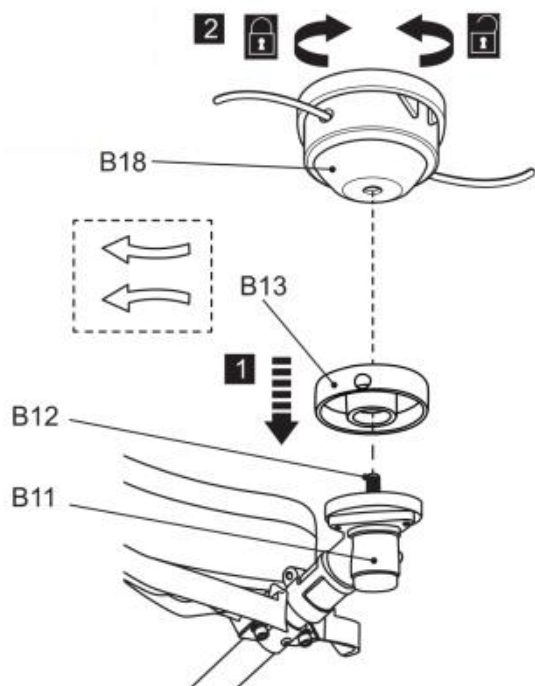

Fig. 6
- 4) Enrosque el cabezal de recorte (B18) en sentido contrario a las agujas del reloj sobre el eje (B12) y apriételo a mano mientras bloquea el eje (B12) con la llave hexagonal (E5). Retire la llave hexagonal a continuación (Fig. 6).